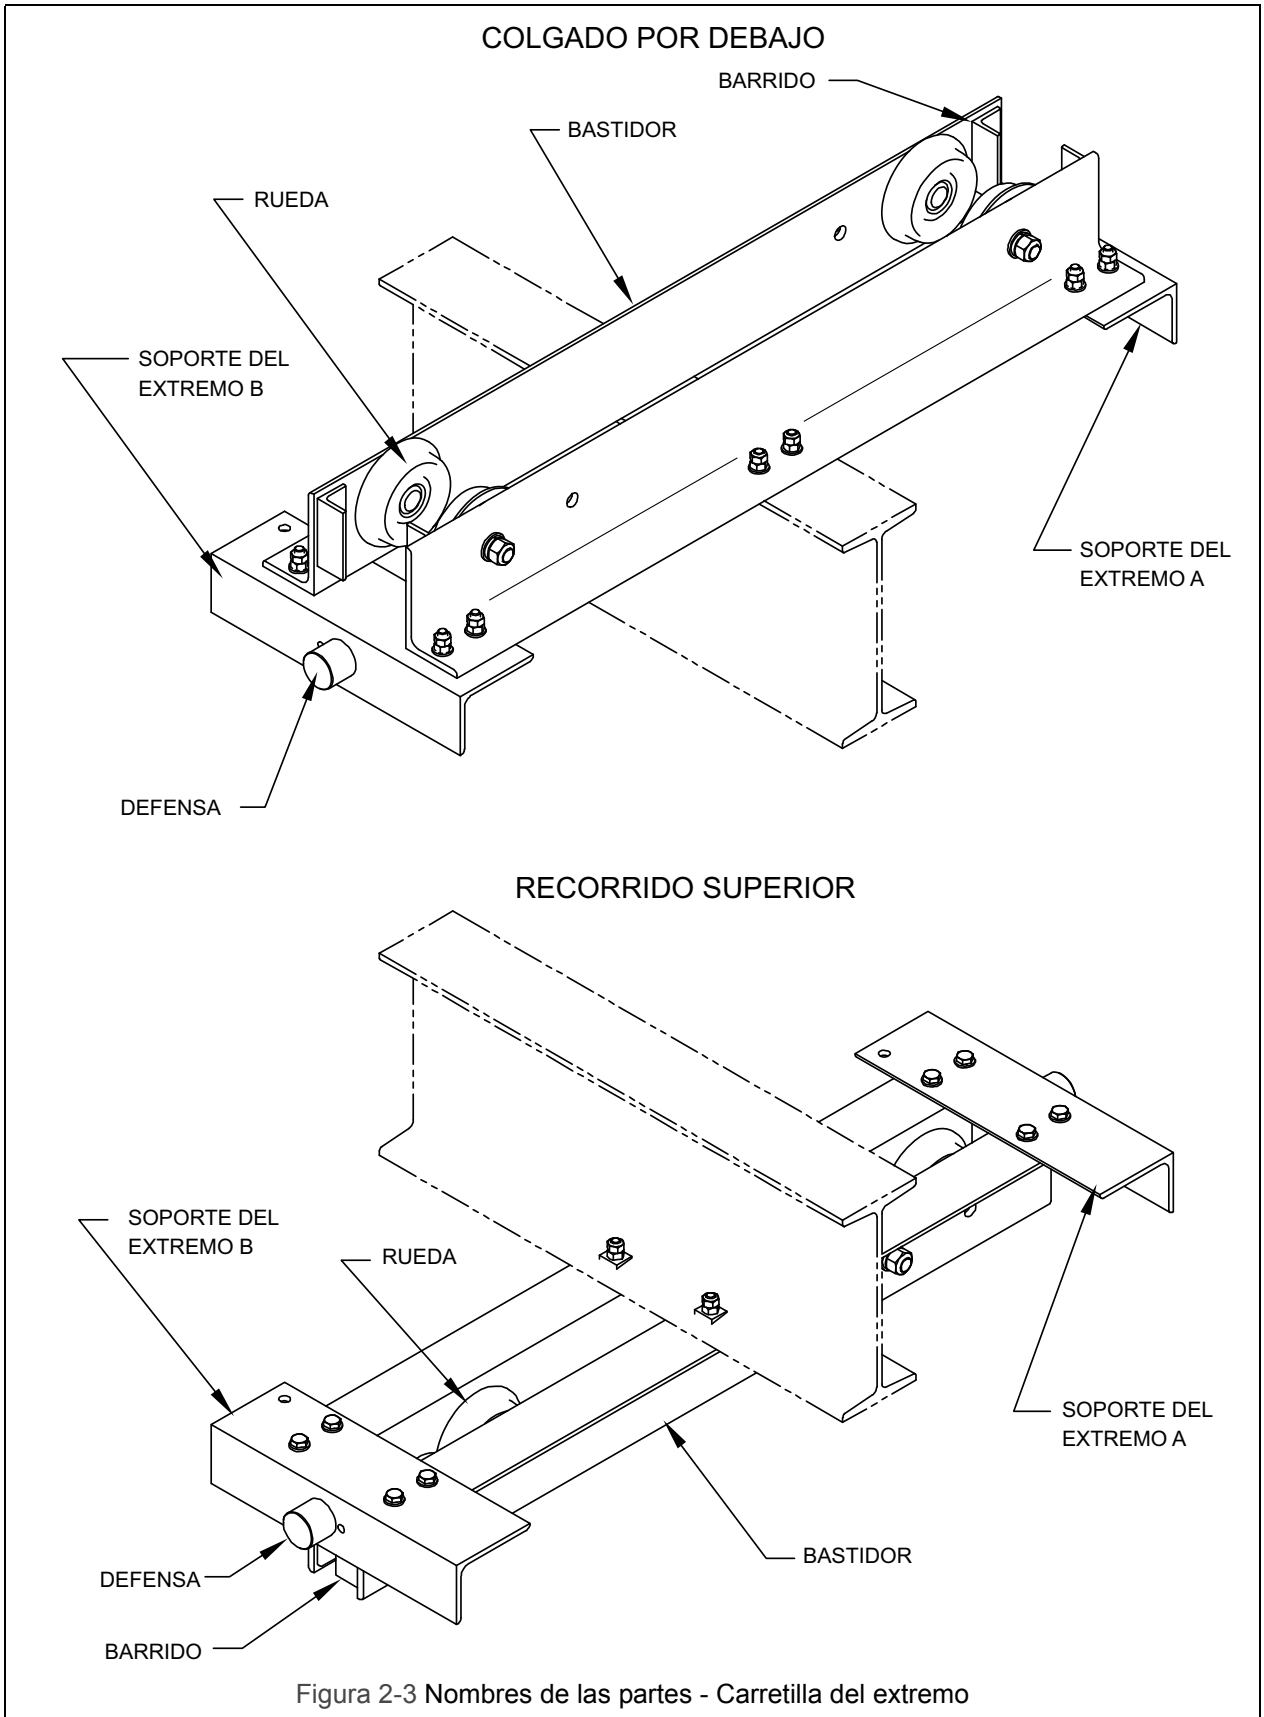
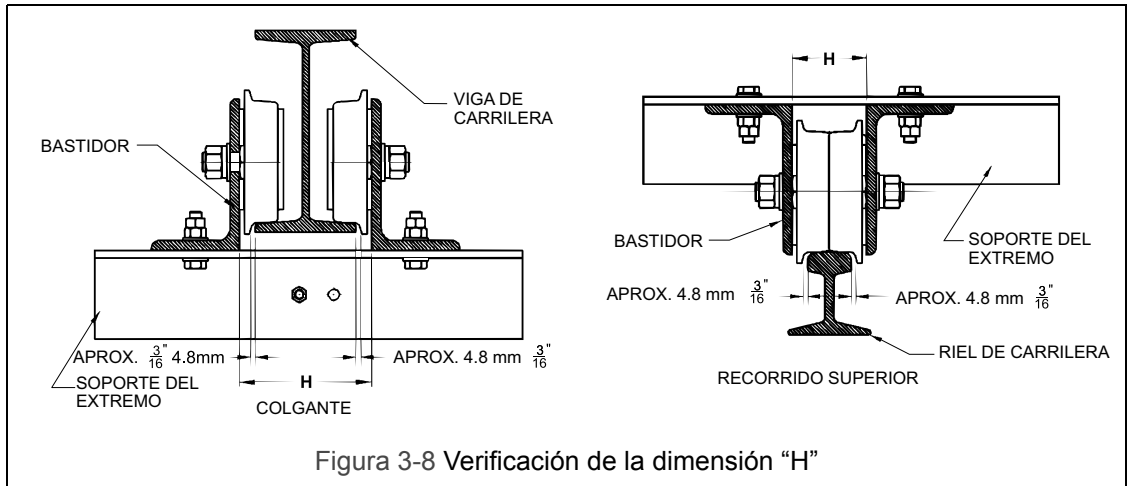
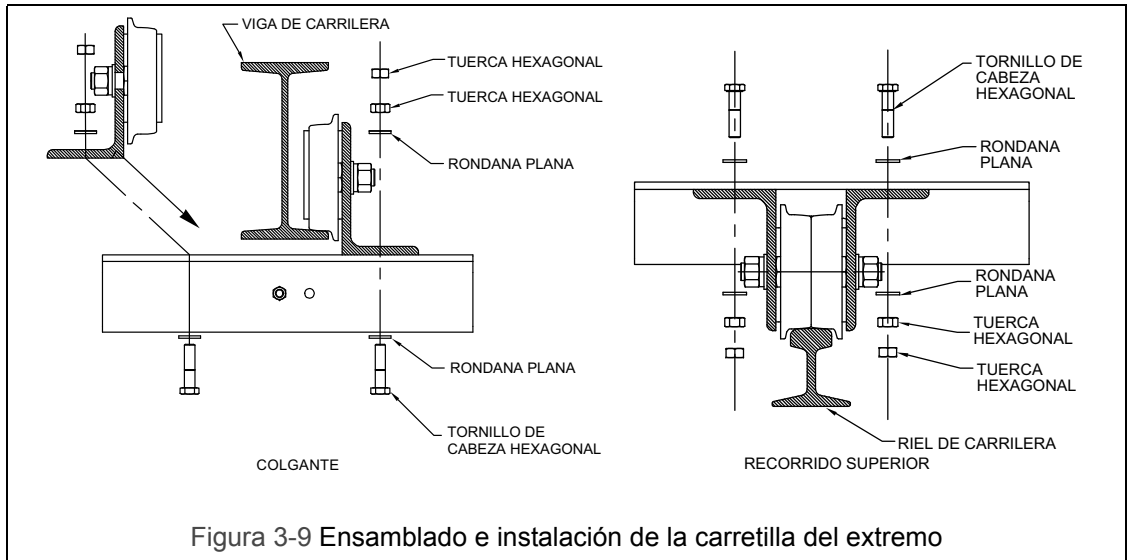

Figura 2-3 Nombres de las partes - Carretilla del extremo
Figura 3-8 Verificación de la dimensión “H”
Figura 3-9 Ensamblado e instalación de la carretilla del extremo
- Consulte la Figura 2-3 y la Figura 3-9 y ensamble juntos los bastidores y los soportes del extremo. A medida que apriete los sujetadores (no debe apretarlos aún por completo - esto se realizará posteriormente) mida la dimensión "H" real de conformidad con la Figura 3-8. Verifique que la dimensión "H" medida y la dimensión "H" calculada sean la misma.
- Coloque el bastidor con los soportes del extremo aún conectados al mismo sobre la viga de la carrilera, de modo que el trayecto de sus ruedas sobre la brida inferior de la viga de la carrilera se realice conforme con la parte del colgante de la Figura 3-9.
- De la misma manera coloque el otro bastidor de lado opuesto de la viga de la carrilera y vuelva a montar este bastidor en los soportes del extremo, nuevamente conforme con la parte colgante de la Figura 3-9.
- Coloque la carretilla del extremo sobre el riel de la carrilera (o la barra cuadrada) conforme con la parte de movimiento superior de la Figura 3-8.
- Si se usan carretillas del extremo como parte de la grúa del puente de recorrido elevado, entonces mueva la grúa a lo largo de toda la longitud de la carrilera. Asegúrese de que la grúa se encuentre apropiadamente libre de obstáculos. Revise que el alineamiento y espacio libre de la grúa y las carretillas del extremo sean los adecuados para la carrilera (Consulte la Figura 3-8 y la Figura 3-11). Ajuste según sea necesario. Asegúrese de que después de cualquier ajuste, los sujetadores se aseguren y aprieten de manera adecuada.